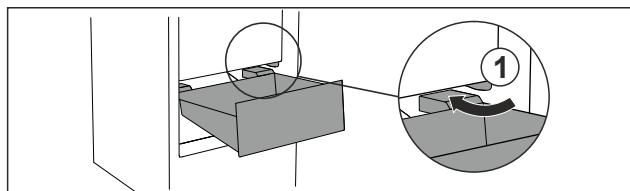

Fig. 81
- Прокарайте чекмеджето под ъгъл около ограничителите Fig. 81 (1).